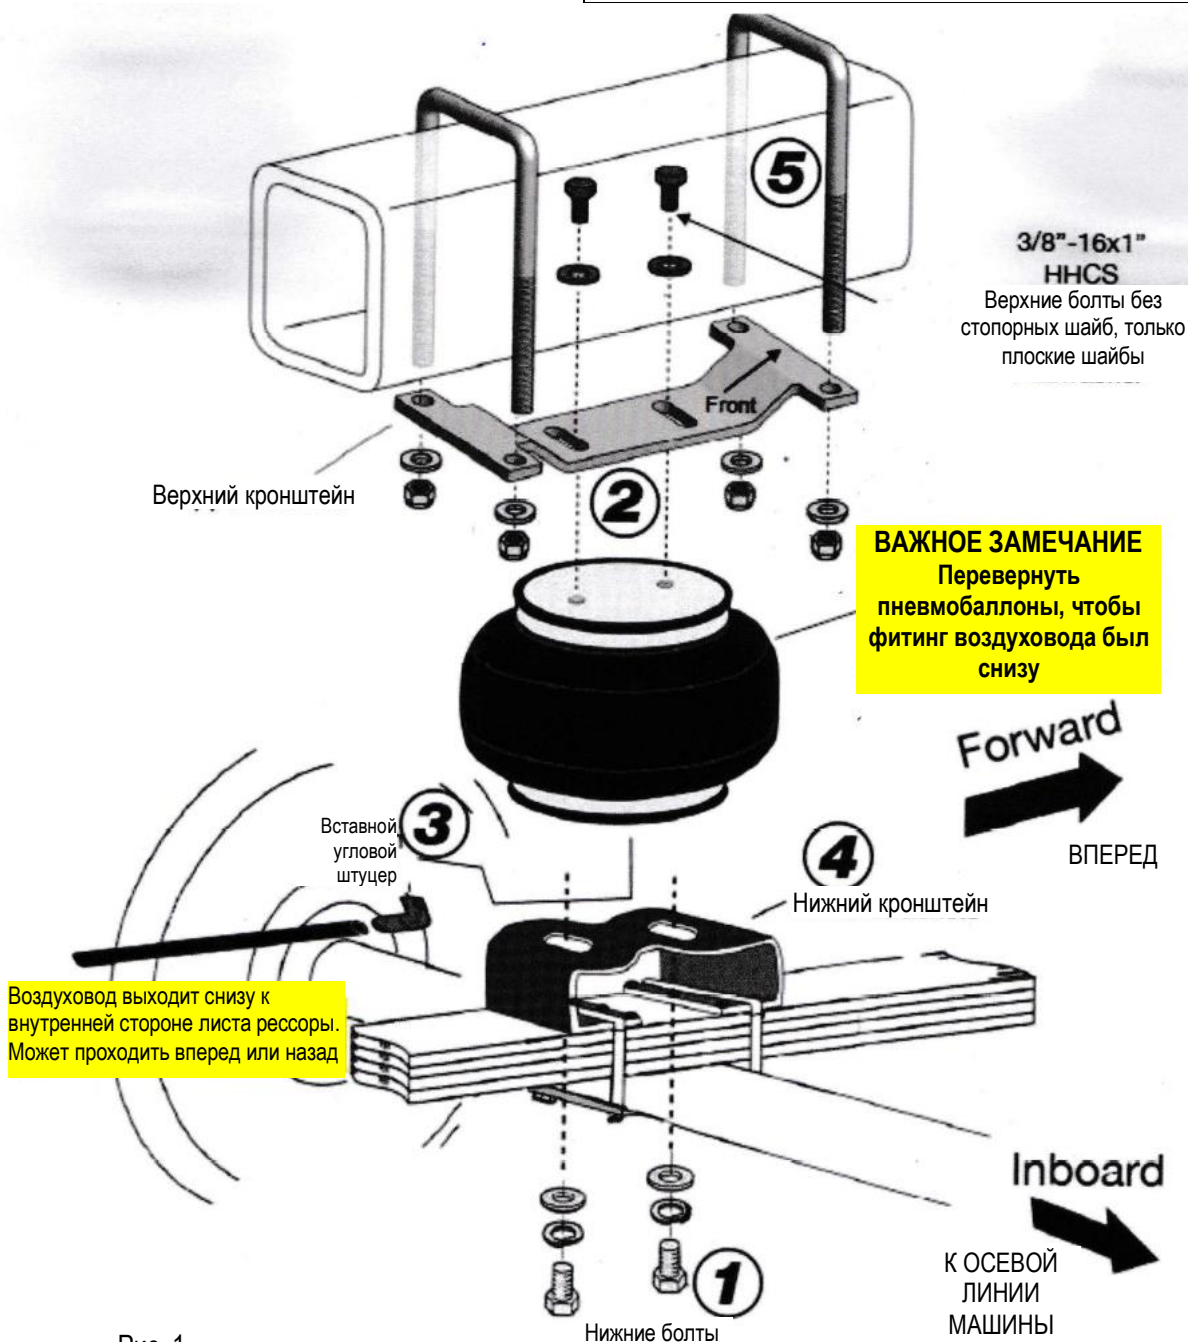

Рис. 1
2. Сориентируйте пневмобаллон так, чтобы отверстие для впуска воздуха располагалось снизу и ближе к оси машины, и прикрепите, не затягивая, нижний кронштейн к пневмобаллону с помощью двух болтов с шестигранной головкой 3/8" - 16x1, двух стопорных шайб 3/8" и двух плоских шайб 3/8" (рис. 1, поз. 1).
3. Прикрепите, не затягивая, к пневмобаллону верхний кронштейн (обратив внимание на стрелку с надписью front – вперед) с помощью двух болтов с шестигранной головкой 3/8" - 16x1 и двух плоских шайб 3/8" (стопорные шайбы сверху не нужны) (рис. 1, поз. 2).
4. **Установите на пневмобаллон поворотный угловой фитинг, затянув от руки и затем еще на полтора оборота (рис. 1, поз. 3).**
6. Снимите резиновую противоударную подушку. Установите узел пневмобаллона на листовую рессору и зажмите выступы нижнего монтажного кронштейна оригинальными U-образными болтами (рис. 1, поз. 4).
7. Установите U-образные болты на шасси, пропустив их через отверстия в верхнем кронштейне. Прикрепите к шасси с помощью прилагаемых шайб и нейлоновых гаек (рис. 1, поз. 5). Выровняйте собранный узел по вертикали и затяните U-образные болты крутящим моментом 45-50 фут-фунтов (61-68 Н·м).